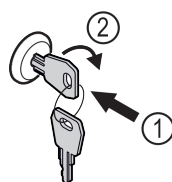

Fig. 176 Immagine a titolo di esempio
- Inserire la chiave Fig. 176 (1).
- Ruotare la chiave di 90° in senso orario Fig. 176 (2).